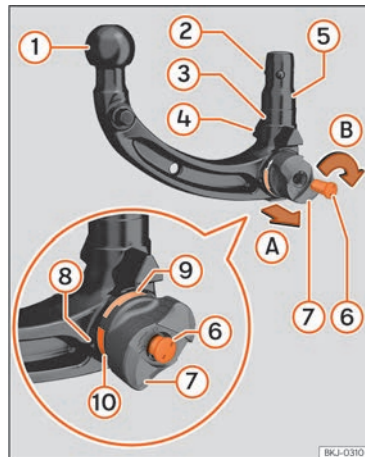

Abb. 152 Übersicht: Abnehmbare Anhängervorrichtung.
1. Vor der ersten Benutzung der abnehmbaren Anhängervorrichtung ist die Nummer zu vermerken, die auf dem Schlüssel »» [Abb. 152] ⑥ eingraviert ist, für den Fall, dass die Anfertigung eines Duplikats erforderlich sein sollte.
4. Sicherstellen, dass die Aufnahme, das Handrad »» [Abb. 152] ⑧, der Schaft ⑤ und die Verriegelungskugeln ② der An-
- Die rote Markierung »» [Abb. 152] ⑩ des Handrads zeigt auf die grüne Markierung ⑨ der Anhängervorrichtung.
- Das Handrad ⑧ ist deutlich von der Anhängervorrichtung getrennt, mindestens 4 mm (0,2 Zoll).
- Alle Verriegelungskugeln ② können vollständig in den Schaft ⑤ eingerastet werden.
- Der Schlüssel ⑥ befindet sich im Schloss, der Pfeil auf dem Schlüssel zeigt auf das Symbol *Schloss geöffnet* am Handrad ⑧ und der Schlüssel kann nicht herausgezogen werden.
1. Die Schlossabdeckung »» [Abb. 152] ⑦ öffnen und den Schlüssel in das Schloss stecken.
2. Den Schlüssel ⑥ entgegen dem Uhrzeigersinn drehen, bis der Pfeil auf dem Schlüssel auf das Symbol *Schloss geöffnet* am Handrad ⑧ zeigt.
3. Die Anhängervorrichtung mit einer Hand festhalten. Mit der anderen Hand das Handrad ⑧ in Pfeilrichtung ① abziehen.
4. Das abgezogene Handrad ⑧ bis zum Anschlag in Pfeilrichtung ① drehen.
Nach dem Vorspannen der Anhängervorrichtung darf das Handrad »» [Abb. 152] ⑧ nicht wieder betätigt werden. Beim Verriegeln der Anhängervorrichtung dreht sich das Handrad in seine Ausgangsposition und kann Verletzungen verursachen »» ⚠.
- Die grüne Markierung am Handrad ⑨ nach oben zeigt.
- Die Anhängervorrichtung mit Schlüssel geschlossen ist und der Schlüssel ⑥ abgezogen werden kann.
- Kein Spalt zwischen Handrad ⑧ und Anhängervorrichtung vorhanden ist.
3. Den Schlüssel ⑥ im Uhrzeigersinn drehen, um die Anhängervorrichtung zu schließen.
4. Die Schlossabdeckung ⑦ anbringen.
- Die grüne Markierung am Handrad >>> (Abb. 152) ⑨ zeigt nach oben.
- Das Handrad ⑧ liegt an der Anhängervorrichtung an und diese kann geschlossen werden.
- Die Anhängervorrichtung ist geschlossen und der Schlüssel ⑥ ist abgezogen.
- Es kann nicht mehr seitlich am Handrad ⑧ gezogen werden.
- Die Anhängervorrichtung niemals verwenden, wenn der Durchmesser des Kugelkopfs >>> (Abb. 152) ① an einer beliebigen Stelle geringer als 49 mm (1,9 Zoll) ist.